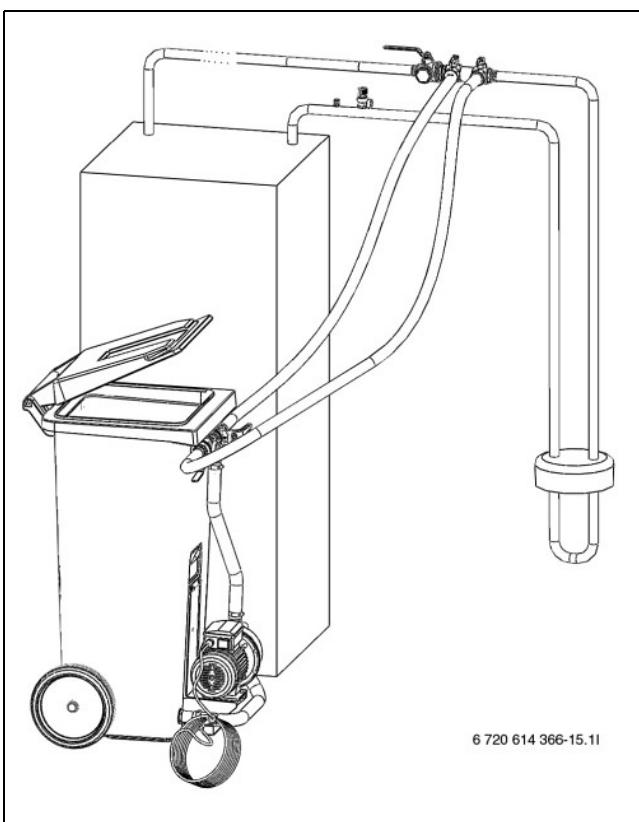

Fig. 20 Vullen met vulstation
- Tussen vulstation en vulinrichting twee slangen aansluiten (→ Fig. 20).